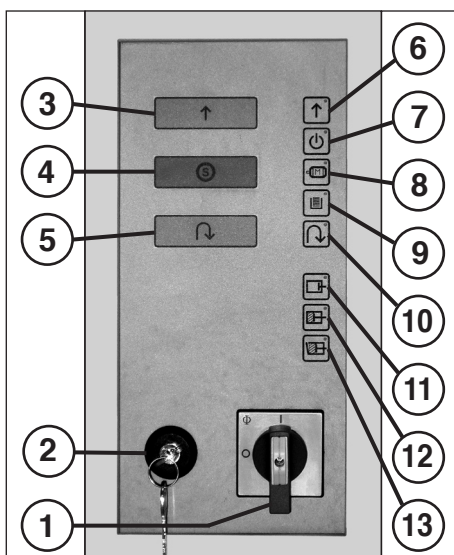

Fig. 5
2. Desbloquear el interruptor de bloqueo (2) y pulsar el pulsador de "Avance del mecanismo de corte" (3) (fig. 5).
ELEMENTOS DE MANEJO (fig. 5, 6):
(Parada de emergencia) (fig. 5)
2 = Interruptor de bloqueo (fig. 5)